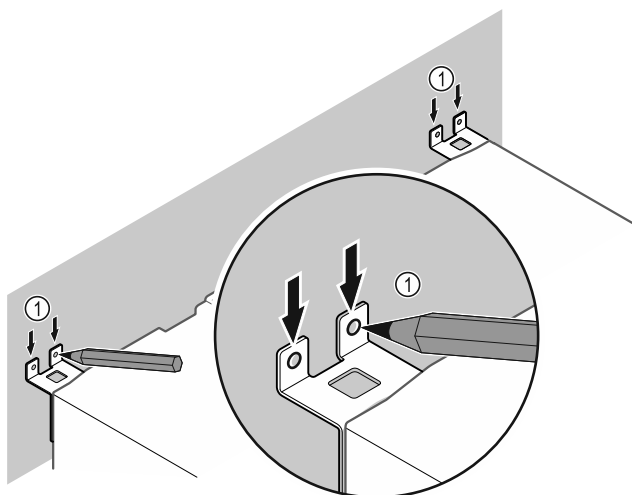

Fig. 51
- Tracer des repères sur le mur Fig. 51 (1).